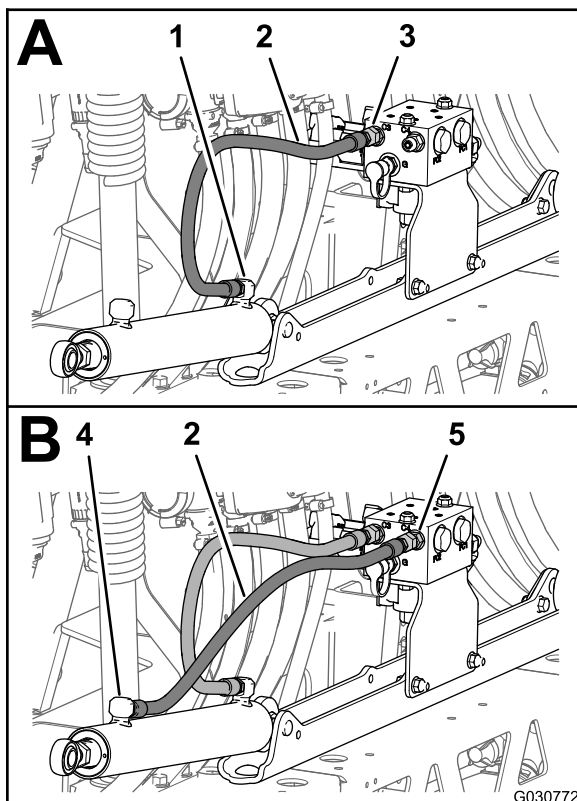
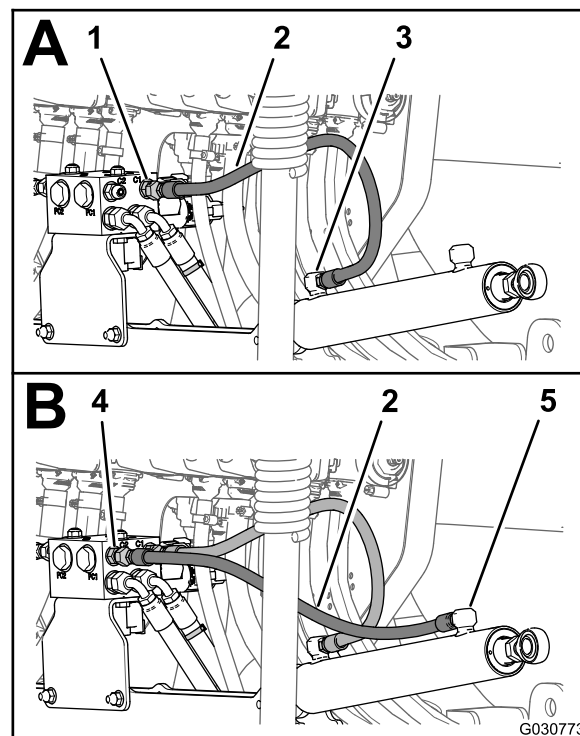

Figura 95
Figura 96
1. Monte sem apertar o novo tubo hidráulico (1/4 x 24-3/4 pol.) entre a porta de extensão do cilindro de elevação da rampa esquerda e a porta C3 do coletor de elevação da rampa (Figura 95).
2. Monte sem apertar o novo tubo hidráulico (1/4 x 24-3/4 pol.) entre a porta de retração do cilindro de elevação da rampa esquerda e a porta C4 do coletor de elevação da rampa (Figura 95).
3. Monte sem apertar o novo tubo hidráulico (1/4 x 24-3/4 pol.) entre a porta de extensão do cilindro de elevação da rampa direita e a porta C1 do coletor de elevação da rampa (Figura 96).
4. Monte sem apertar o novo tubo hidráulico (1/4 x 24-3/4 pol.) entre a porta de retração do cilindro de elevação da rampa direita e a porta C2 do coletor de elevação da rampa (Figura 96).
5. Aperte as uniões do tubo nas portas de extensão e retração dos cilindros de elevação (Figura 95 e Figura 96) com 21 a 26 N·m.
6. Aperte as porcas da articulação dos tubos no coletor de elevação da rampa (Figura 95 e Figura 96) com 24 a 30 N·m.